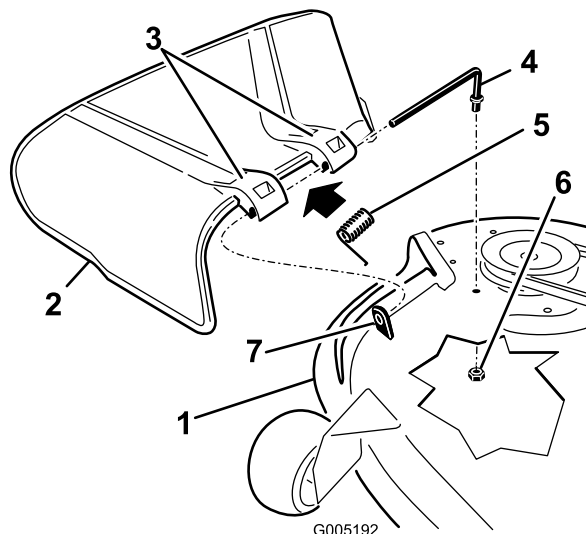

Figura 56
- Retire la tuerca ($\frac{3}{8}$ ") de la varilla (debajo del cortacésped) (Figura 56).
- Retire la varilla del espaciador corto, del muelle y del deflector de hierba (Figura 56).
4. Vuelva a colocar el deflector de hierba (Figura 56).
7. Deslice la varilla por el segundo soporte del deflector de hierba (Figura 56).
9. Sujete el extremo trasero de la varilla al cortacésped con una tuerca ($\frac{3}{8}$ "), según se muestra en Figura 56.